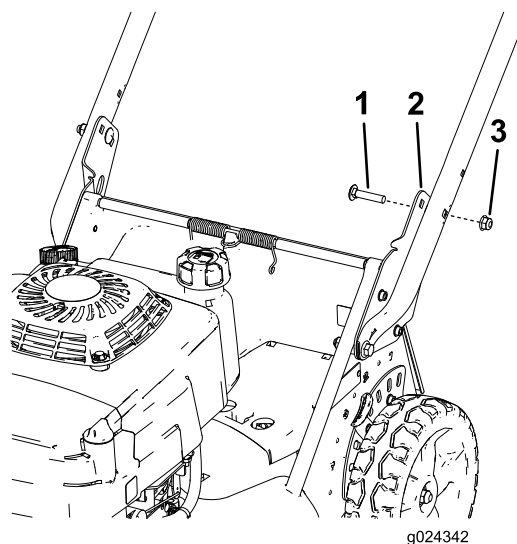

Figure 6
6. Fixez le guidon sur ses supports à la hauteur qui convient au moyen de 2 boulons de carrosserie (5/16" x 1½") et 2 écrous à embase (5/16"), comme montré à la Figure 6.